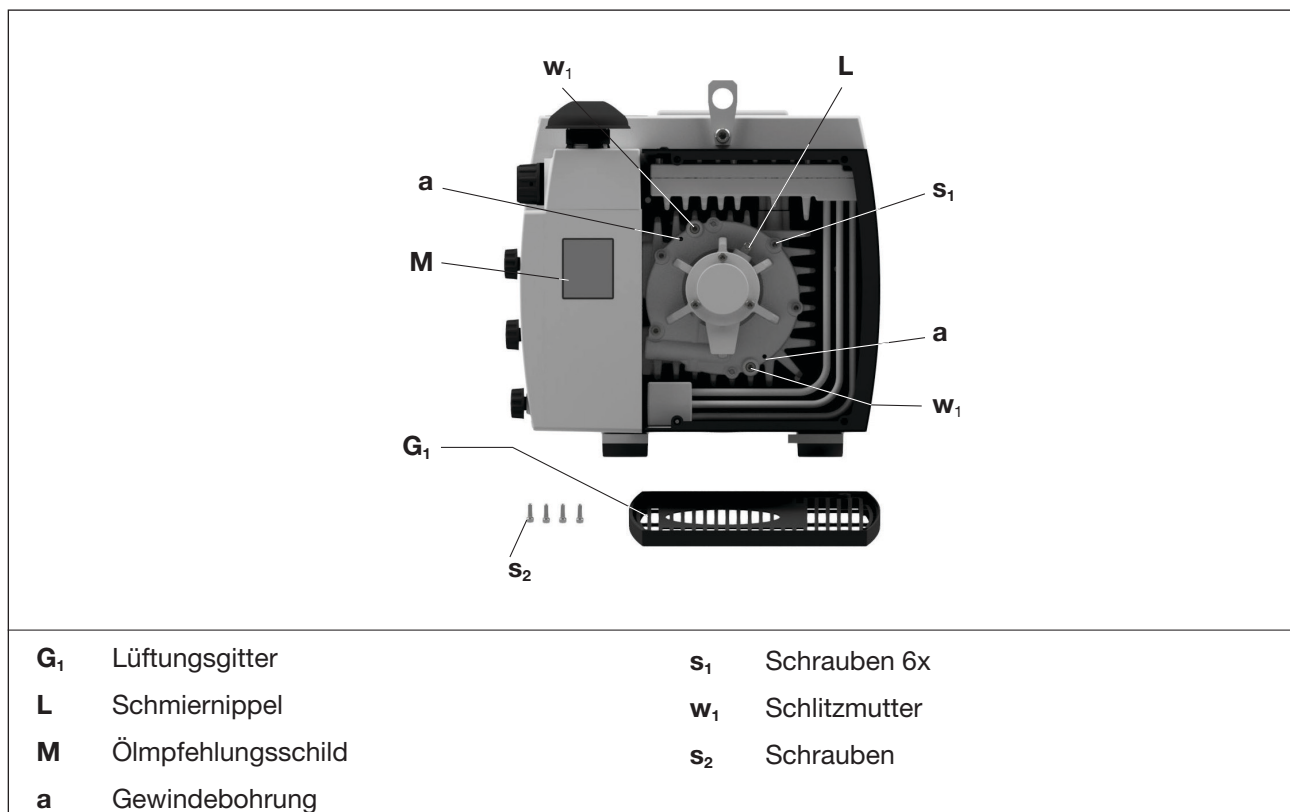
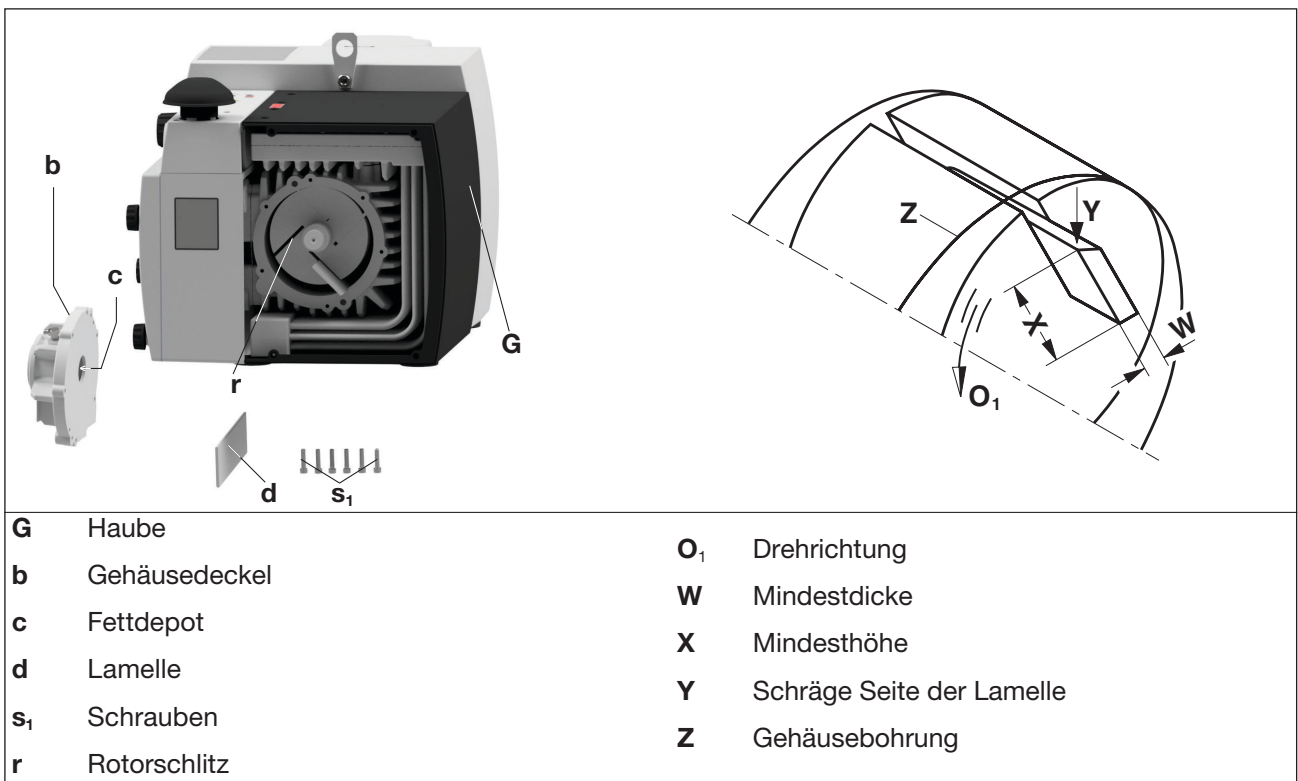

Abb. 4 Schmierung
Abb. 5 Lamellenwechsel
Ein Nachschmieren des B-Lagers (Motor abgewandten Seite) am Schmiernippel (Abb. 4/L) mit 4 g Fett muss nach 3.000 Betriebsstunden vorgenommen werden, jedoch spätestens nach einem Jahr. Zur Nachschmierung muss das Lüftungsgitter (Abb. 4/G₁) abgeschraubt werden.
- **Fettdepot** (Abb. 5/c) des B-Lagers nicht überfetten.
Wir empfehlen folgende Markenfette: Klüber Petamo GY 193 oder andere, gleichwertige Fette (siehe auch Fettempfehlungsschild (Abb. 4/M)).
Durchführung der ersten Kontrolle nach 3.000 Betriebsstunden, danach alle 1.000 Betriebsstunden bzw. je nach Höhe/Breite (Abb. 5/X/W) früher.
- Das Lüftungsgitter (Abb. 4/G₁) nach Lösen der Schrauben (Abb. 4/s₂) entfernen.
- Sechs Schrauben (Abb. 5/s₁) am Gehäusedeckel (Abb. 5/b) lösen.
ACHTUNG! Schlitzmuttern (Abb. 4/w1) nicht lösen.
- Durch gleichmäßiges eindrehen zweier Schrauben in die Gewindebohrungen (Abb. 4/a), den Gehäusedeckel (Abb. 5/b) vom Gehäuse abnehmen.
- Lamellen (Abb. 5/d) zur Überprüfung herausnehmen.
- Alle Lamellen der Maschine müssen eine Mindesthöhe (Abb. 5/X) und eine Mindestdicke (Abb. 5/W) aufweisen.
- Das Gehäuse (Abb. 5/g) und die Rotorschlitze (Abb. 5/r) ausblasen.
- Alle Lamellen (Abb. 5/d) in die Rotorschlitze (Abb. 5/r) einlegen. Beim Einlegen ist darauf zu achten, dass die Lamellen mit der schrägen Seite (Abb. 5/Y) nach außen zeigen und in Drehrichtung (Abb. 5/O₁) mit dem Verlauf der Gehäusebohrung (Abb. 5/Z) übereinstimmen.
- Überschüssiges Fett im Gehäusedeckel (Abb. 5/b) bzw. im Fettdepot (Abb. 5/c) zurück in den Lagerkäfig streichen. Fettreste am Wellenende und am Wellendurchtritt des Gehäusedeckels entfernen.
- Den Gehäusedeckel (Abb. 5/b) abwechselnd und gleichmäßig, and den sechs Schrauben (Abb. 5/s1) montieren, damit der Gehäusedeckel an den Zentrierstiften nicht verkantet. Sobald der Deckel fast auf der Gehäusestirnseite aufliegt, empfiehlt es sich, während des restlichen Anziehens der Schrauben den Ventilator (mit Hilfe eines Schraubenziehers oder ähnlichem) hin und her zu drehen. Dies verhindert das Verklemmen und Ausbrechen der Lamellenecken.
- l) Darauf achten, dass keine Verunreinigungen ins Lager kommen. Beim jedem Lamellenwechsel das Fettdepot (Abb. 5/c) des B-Lagers überprüfen und gegebenenfalls nachschmieren.
- m) Montieren Sie das Lüftungsgitter (Abb. 5/G₁) auf den Deckel (Abb. 5/G) und ziehen Sie es mit den Schrauben (Abb. 4/s₂) fest.